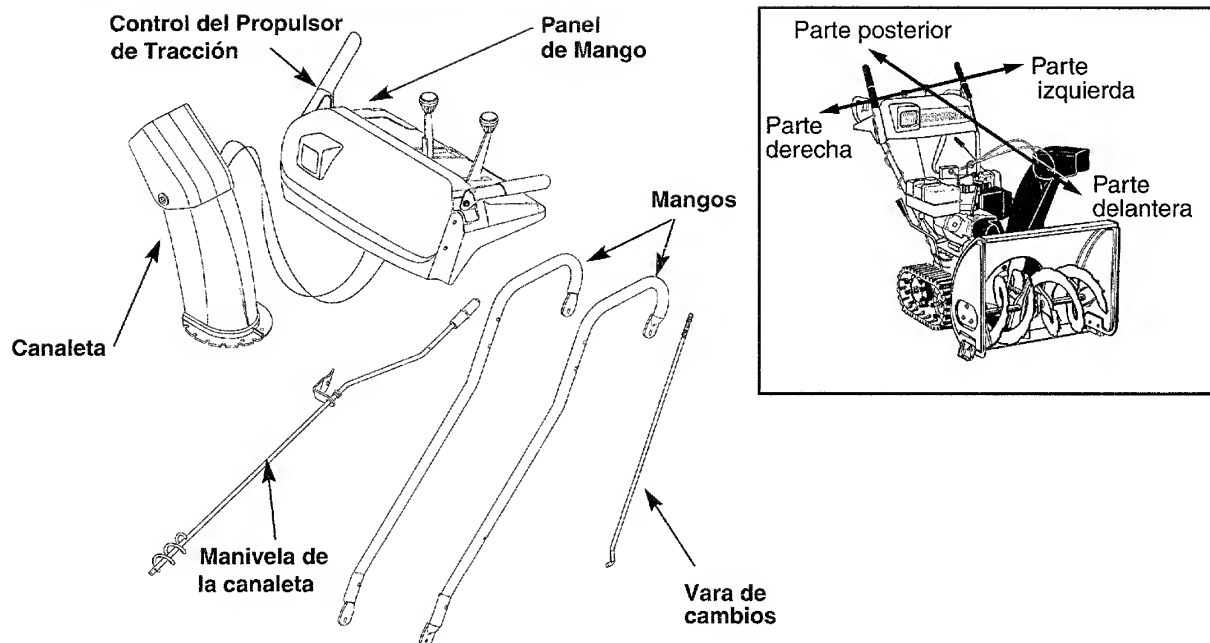

Figura 1
**NOTE:** Para determinar los lados derecho e izquierdo de su expulsor de nieve, párese detrás de la unidad con el motor en la posición más alejada de usted. Vea el recuadro de la Figura 1.
(Vea la Figura 1)